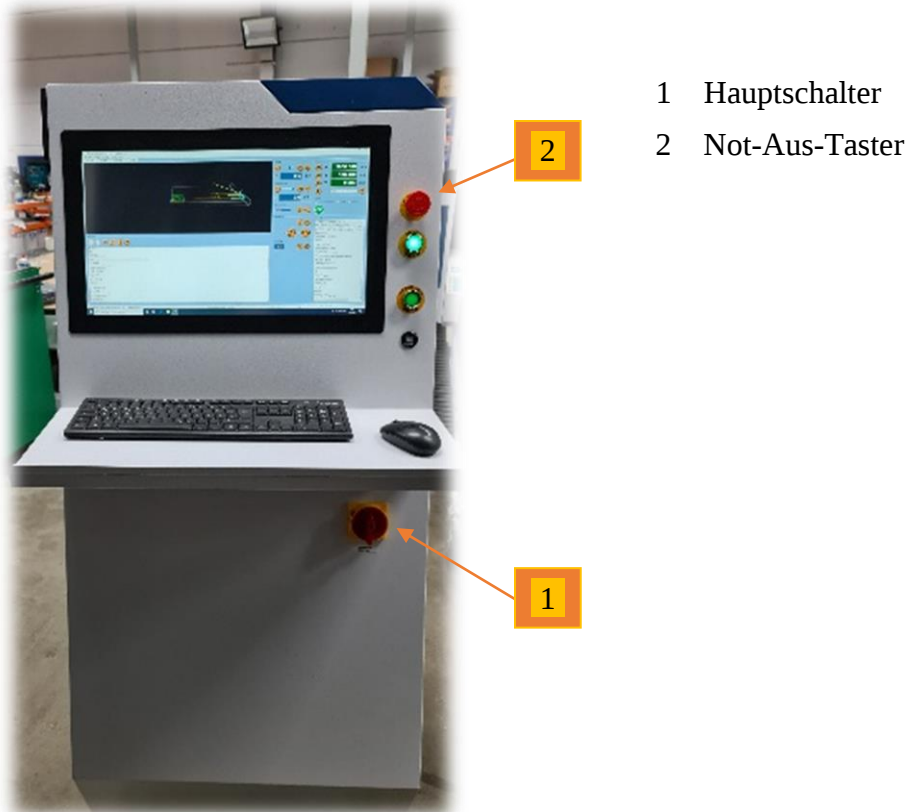

Abb.2: Bedienterminal
- Den Not-Aus-Taster (Abb. 2 /1) erst entriegeln, wenn keine Gefahr mehr besteht.
Der NOT-Ausschalter (Abb.2/2) befindet sich am Terminal unmittelbar neben dem Touchpanel. Der Hauptschalter (Abb.2/1) dient auch als NOT-Ausschalter. Dieser wird nur gedreht und schaltet die Maschine komplett aus.